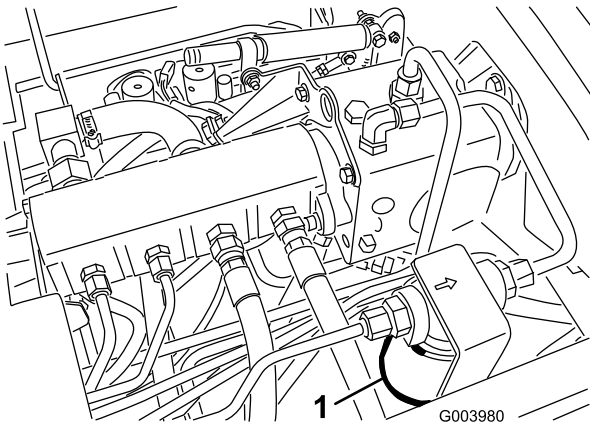
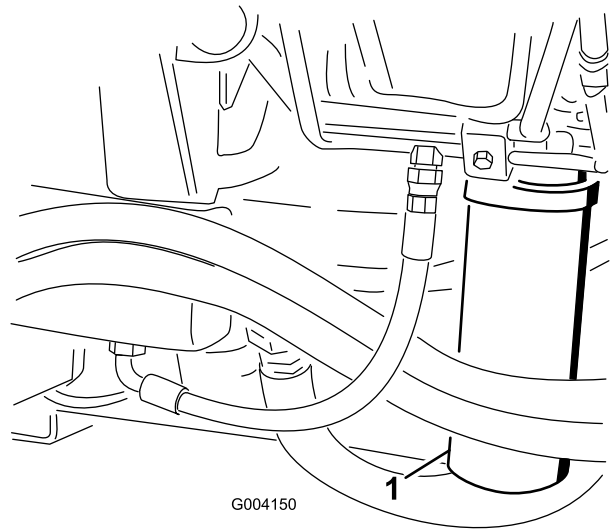

图71
图72
2. 清洁过滤器安装区域的周围，并在过滤器下面放置一个放油盘（图71 和 图72）。